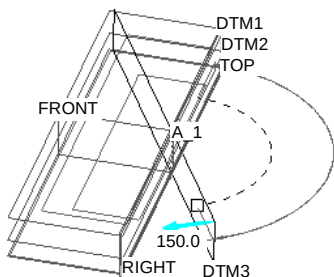

图 8.8.11 创建 DTM3
Step7. 创建图 8.8.11 所示的基准平面 DTM3。单击 **模型** 功能选项卡 **基准** 区域中的“平面”按钮 , 选取基准轴 A_1 和 RIGHT 基准平面为参考平面, 角度偏移值为 30, 单击对话框中的 **确定** 按钮。